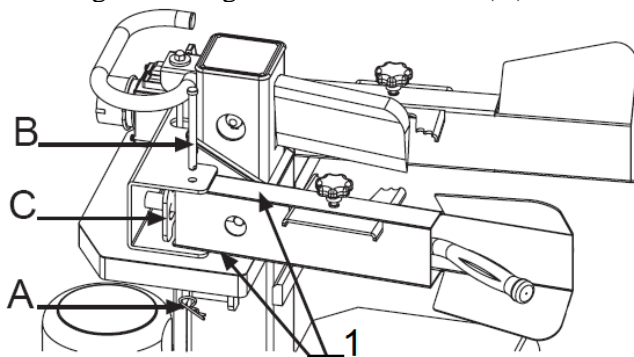

Fig.6 : (1) aplique grasa
1. Saque el pasador de resorte (A) para extraer el pasador de bloqueo (B). (consulte la fig.6)